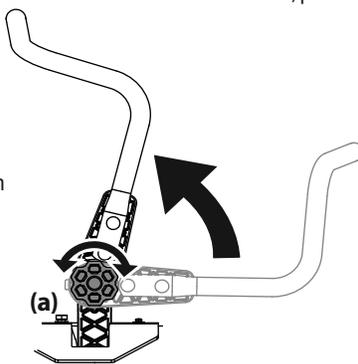

Figura 9
1. Gire la perilla (a) en el sentido contrario a las agujas del reloj para aflojar la perilla (a). Consulte la Figura 9.
3. Gire la perilla en el sentido de las agujas del reloj para asegurar la palanca de control de la transmisión en su posición. Consulte la Figura 9.